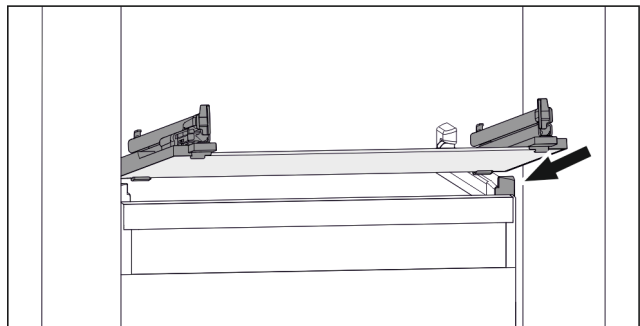

Fig. 107 Rappresentazione esemplificativa del ripiano in vetro
- ▶ Applicare il ripiano in vetro obliquamente dietro i fermi. (vedere Fig. 107)